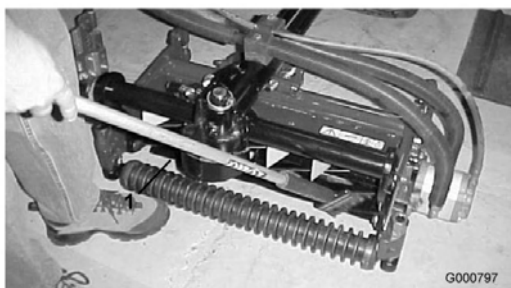

Figura 84
8. Spalmate il preparato per lappatura con un pennello dal manico lungo (n. cat. Toro 29-9100). Non usate mai un pennello dal manico corto (Figura 84).